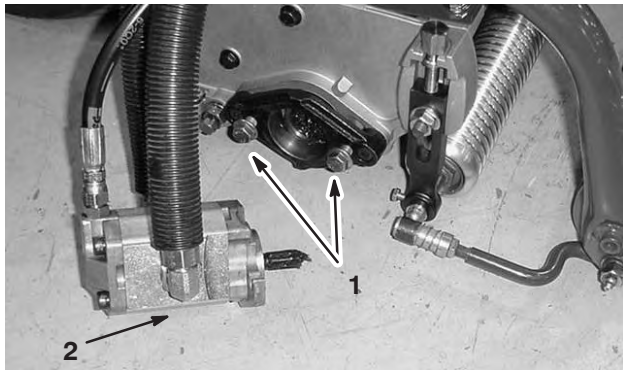

Bild 12
7. Bringen Sie die Befestigungs-Kopfschrauben an, mit denen die Spindeltriebsmotoren an jedem Mähwerk befestigt werden. Lassen Sie ungefähr 13 mm Gewinde an jeder Befestigungs-Kopfschraube sichtbar (Bild 12).
10. Fetten Sie die Keilwelle des Motors mit frischem Fett ein und bringen den Motor durch Drehen nach rechts an, so dass die Motorflansche von den Bolzen entfernt sind. Drehen Sie den Motor nach links, bis die Flansche die Bolzen umhüllen. Ziehen Sie die Befestigungsschrauben fest (Bild 12).